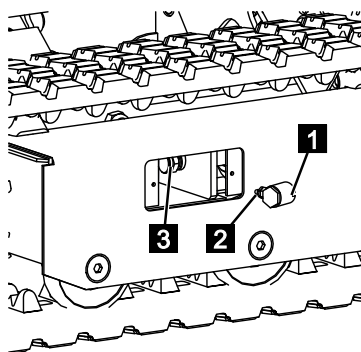

Abb. 137
4. Die Schiebekupplung (Abb.137/1) mit dem Schmiernippel (Abb.137/2) voran auf den Fettspannzylinder (Abb.137/3) schieben.